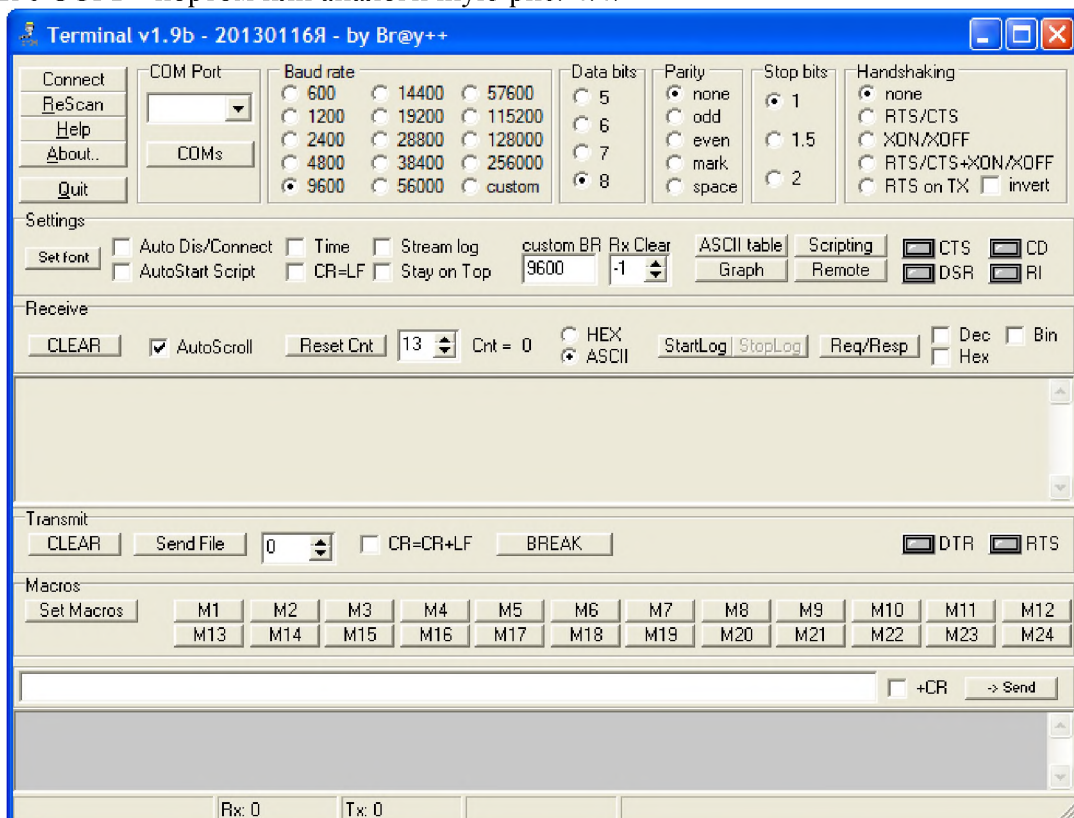

Рис. 4.4
17. Для анализа данных приходящих на СОМ порт ПК, а также для отправки байт управления на учебный стенд следует использовать программу «ТЕРМИНАЛ» для работы с СОМ – портом или аналогичную рис. 4.4.